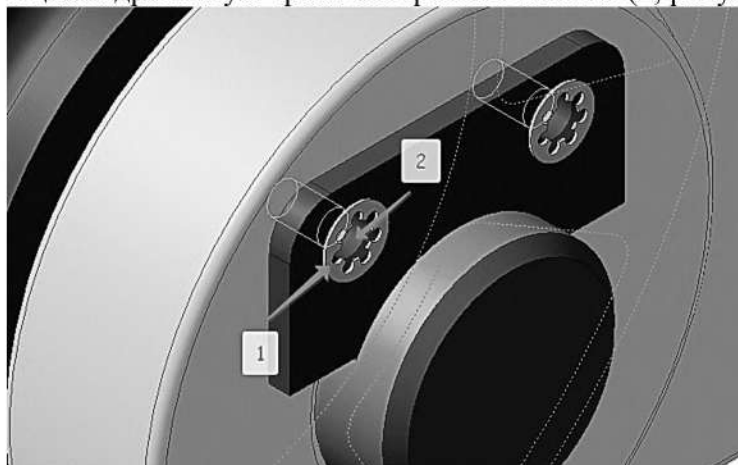

Рисунок 3.105. Выбор поверхностей сопряжения Винта
10.2.9 Для автоматического наложения сопряжений укажите плоскую грань *Шайбы* (1, рисунок 3.105) и цилиндрическую грань отверстия в *Планке* (2, рисунок 3.105).